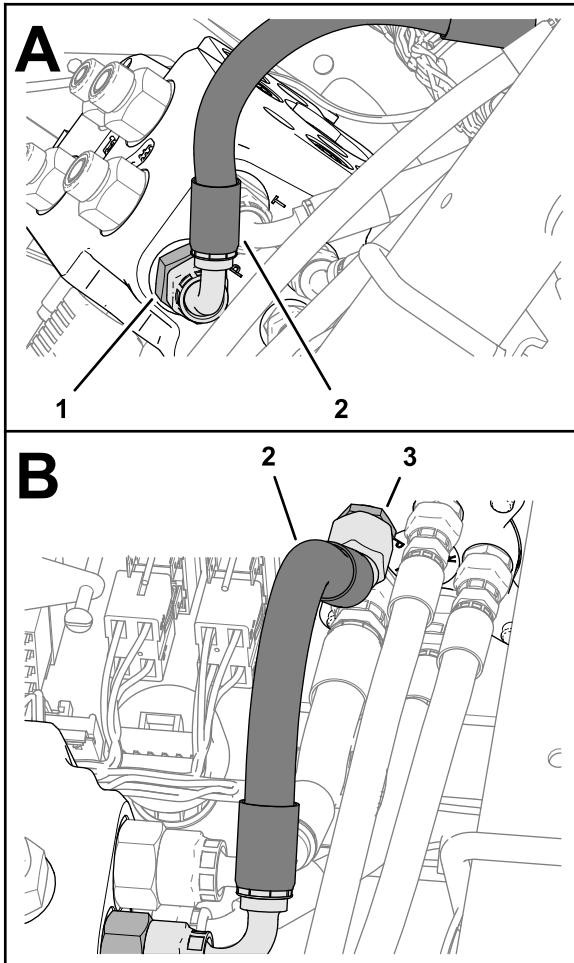

図 118
11. ホース10 x 264 mmのエルボ継手をEHIステアリングバルブのポートP継手に取り付けます(図118)。
12. ホース10 x 264 mmのストレート継手をステアリングバルブのポートP継手に取り付け、両方のホース継手を締め付けます(図118)。